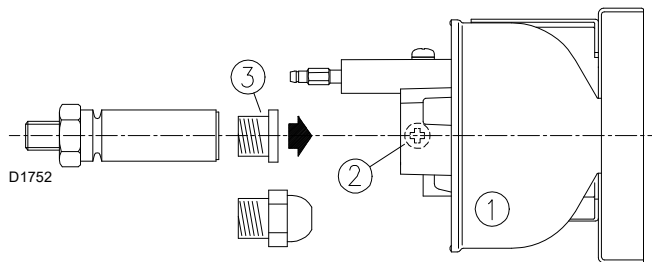

Fig. 12
- Uvoľnite skrutku 2)(Fig. 12) a vyvlečte jednotku na stabilizáciu plameňa 1), vyberte plastovú zátku 3) a namontujte dýzu: nepoužívajte výrobky určené na utesnenie: tesnenia, pásky alebo tmel.